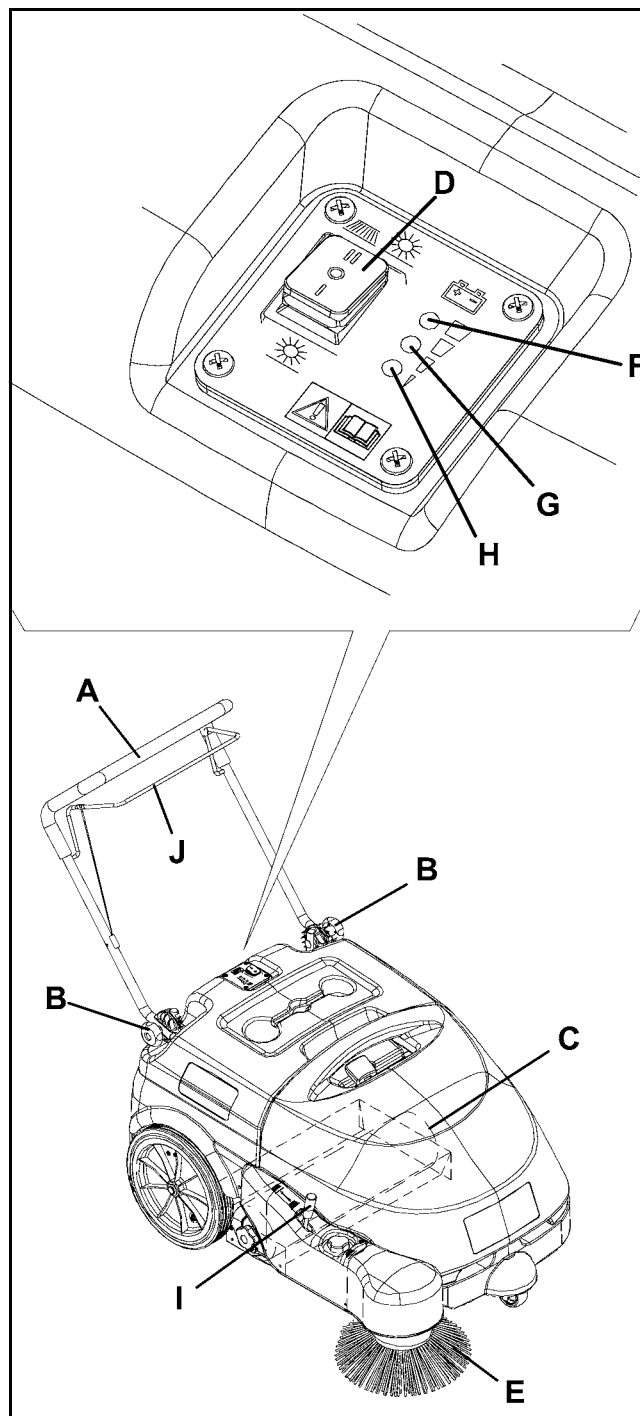

Figure 3
1. Desserrer les poignées (B, Fig. 3) et régler l'inclinaison du guidon (A), selon sa propre commodité ; le réglage terminé, serrer les poignées.
2. Pour utiliser seulement le balai central (C, Fig. 3), positionner l'interrupteur général (D) sur "I". Pour utiliser aussi le balai latéral (E), positionner l'interrupteur général (D) sur "II". Vérifier que le témoin lumineux vert (F) est allumé (batterie chargée). Dans le cas où le témoin lumineux jaune (G) ou rouge (H) s'allume, positionner l'interrupteur général (D) sur "0", puis charger la batterie (voir la procédure au chapitre Entretien).
3. Baisser le balai latéral (E, Fig. 3) en dégageant et en poussant le levier (J) en avant.